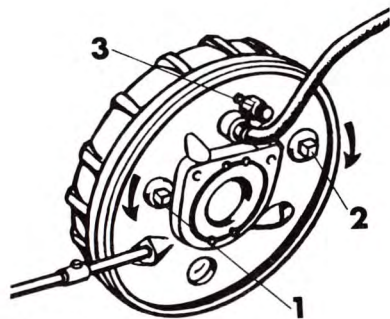

Bild 62.
- 39.1. Anbringa justernyckeln för bromsarna på den ena bromssköldens ena justerskruv, 1 eller 2 bild 62. Utan att lyfta upp drivhjulen kan drivaxlarna vridas något fram och tillbaka, vrid samtidigt justerskruven utåt från drivaxeln enligt pilarna i bild 62 tills bromstrumman låses fast. Lossa justerskruven något tills bromstrumman lätt kan vridas fram och tillbaka. Gör motsvarande justering på den andra justerskruven.
- 40.2. Lossa luftningsnippeln 3 Bild 62 ett ögonblick eller tills bromsolja börjar strömma ur nippeln.